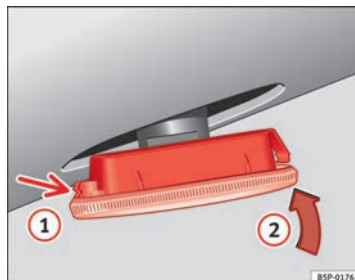

Fig. 197 Clignotant latéral
- Posez d'abord le clignotant dans le trou de la carrosserie, en emboîtant les languettes ⇒ fig. 197, flèche ①.
- Emboîtez l'ampoule comme indiqué sur la flèche ② ⇒ fig. 197. ■